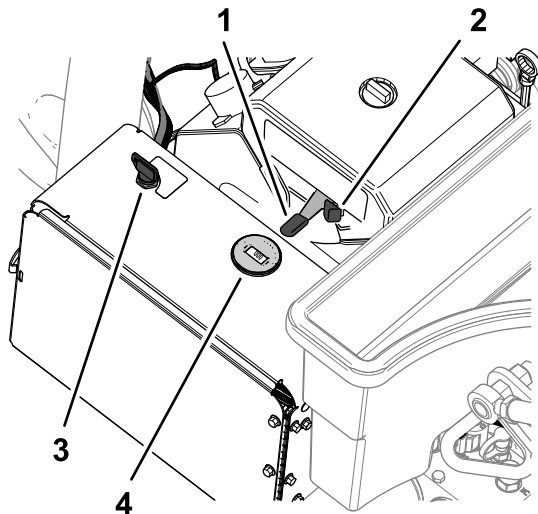

Рисунок 78
2. Переместите рычаг дроссельной заслонки (Рисунок 78) в положение МЕДЛЕННО.